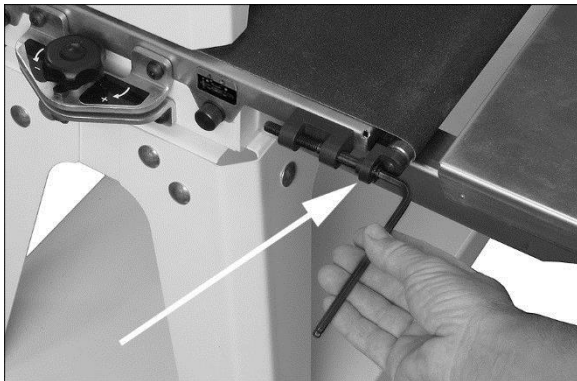

Figure 8-2: Réglage de la tension de courroie
- Ajustez les écrous (Figure 8-2) avec une clé hexagonale de 5 mm. Faites-les des deux côtés du convoyeur pour obtenir une tension approximative égale des deux côtés de la courroie abrasive lorsqu'elle est tendue.